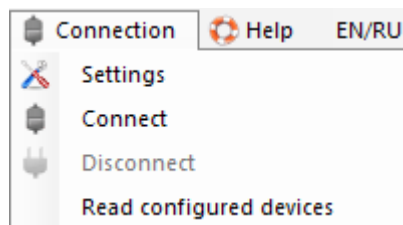

Imagen 9. Menú “Conexión”
2. El menú “**Conexión**” (Imagen 9) permite: